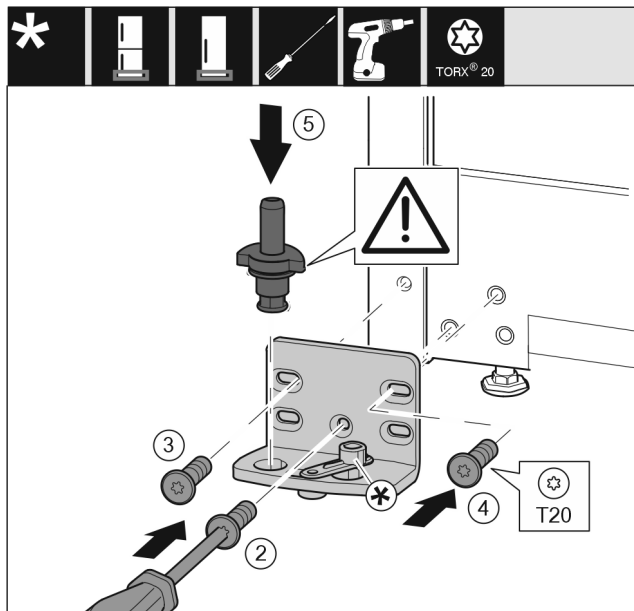

Fig. 17
- ▶ Lagerbock auf der anderen Seite ansetzen und mit Hilfe eines Schraubendrehers T20 anschrauben. Mit Schraube 2 unten in der Mitte beginnen. Fig. 17 (2)
- ▶ Schraube 3 und 4 festschrauben. Fig. 17 (3,4)
- ▶ Lagerbolzen komplett einsetzen. Dabei darauf achten, dass der Rastnocken nach hinten zeigt. Fig. 17 (5)